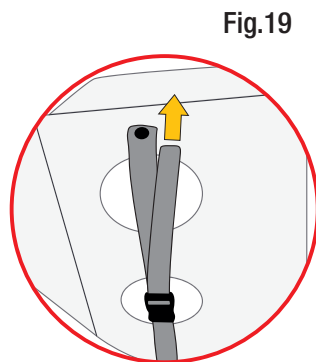

Fig.19
- chiudere le fibbie in nylon e tensionare le fettucce (fig. 19).